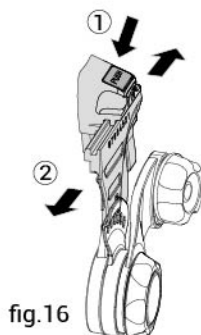

fig.16
- Per regolare la distanza tra il viso dell'utente e la lente, premere il pulsante su ciascun adattatore e farlo scorrere avanti o indietro (vedere fig. 16).